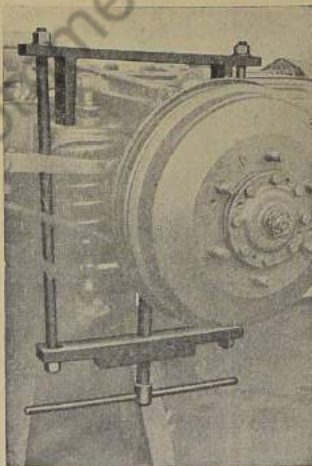

Bild 659: Federspannvorrichtung Nr. 1401 ansetzen
2. Federspannvorrichtung Nr. 1401 ansetzen (Bild 659).